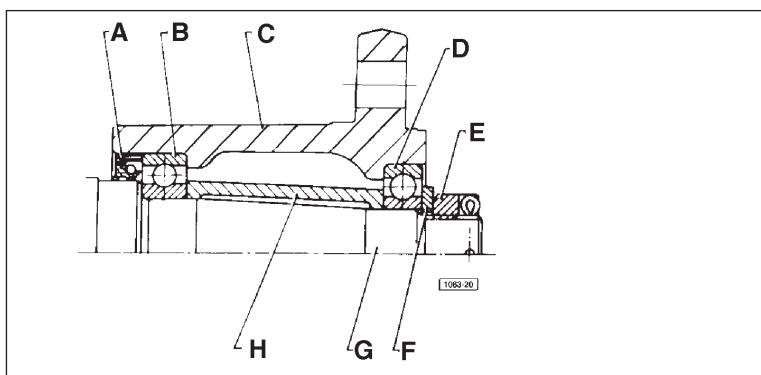

Fig. 20 - Vue en coupe du moyeu de roue.
- Avant le remontage, lubrifier avec de la graisse préconisée les roulements **B** et **D** ainsi que la bague d'étanchéité neuve **A** (Fig. 20).